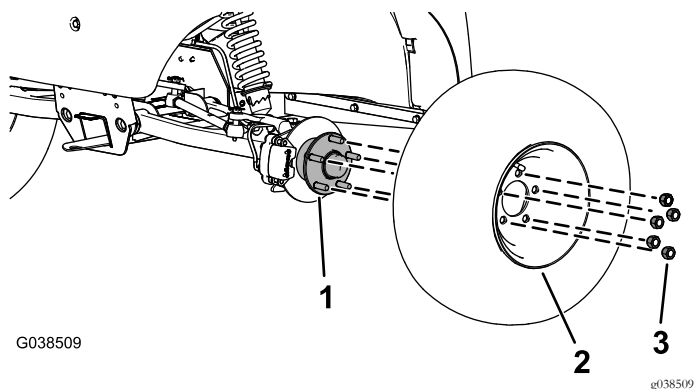

Figura 2
2. Togliete i dadi a staffa che fissano la ruota al mozzo (Figura 2).